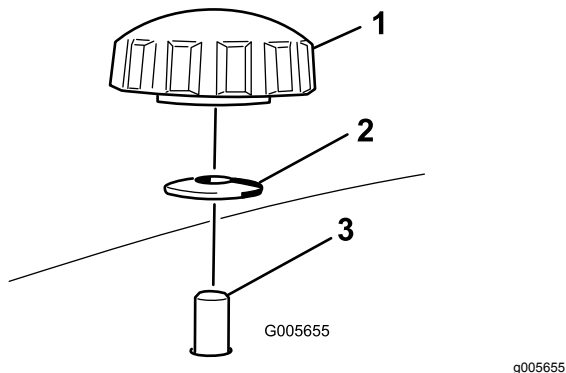
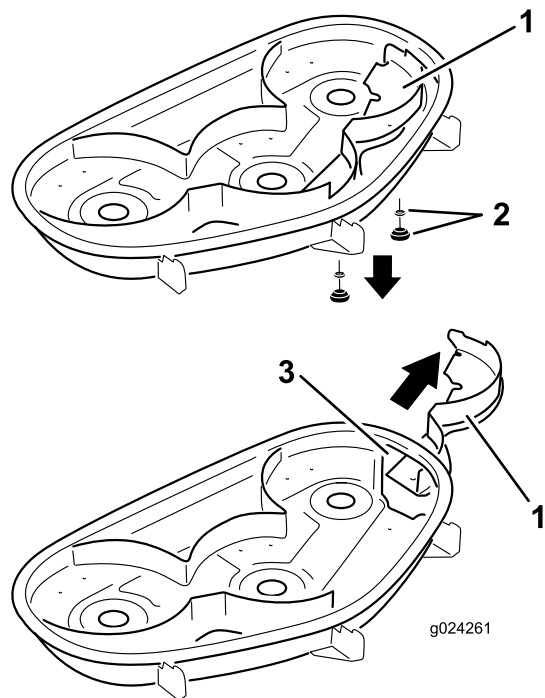

Рисунок 16
Рисунок 17
4. Отверните 2 ручки и снимите изогнутые шайбы, которые крепят правый дефлектор к газонокосилке (Рисунок 16).
5. Снимите правый дефлектор и опустите отражатель травы на отверстие выброса, как показано на Рисунок 16 и Рисунок 17.
5. Задвиньте правый дефлектор под деку газонокосилки и закрепите при помощи 2 ручек и изогнутых шайб (чашеобразной стороной в сторону газонокосилки), как показано на Рисунок 16 и Рисунок 17.